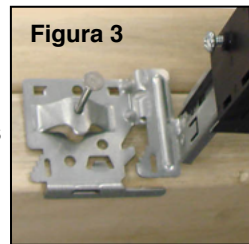

Figura 3
1. Posicione el accesorio luminoso entre las viguetas y deslícelo hacia la primera vigueta. (Nota: Los carcasas cuadrados y redondos incluyen marcas con muescas en "V" integradas en el retorno del marco de yeso como ayuda para la ubicación de los accesorios). (Figura 3)